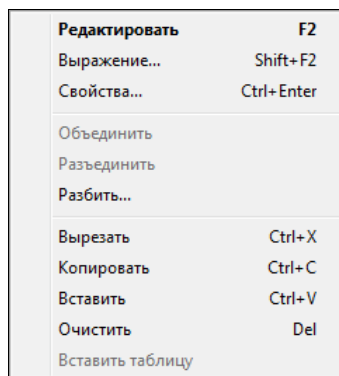
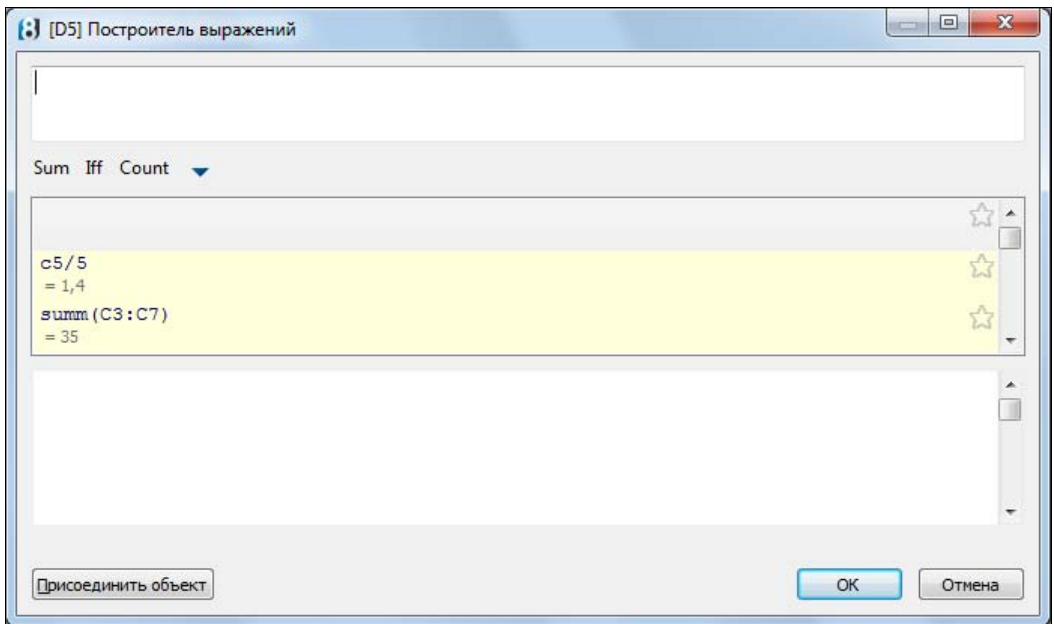
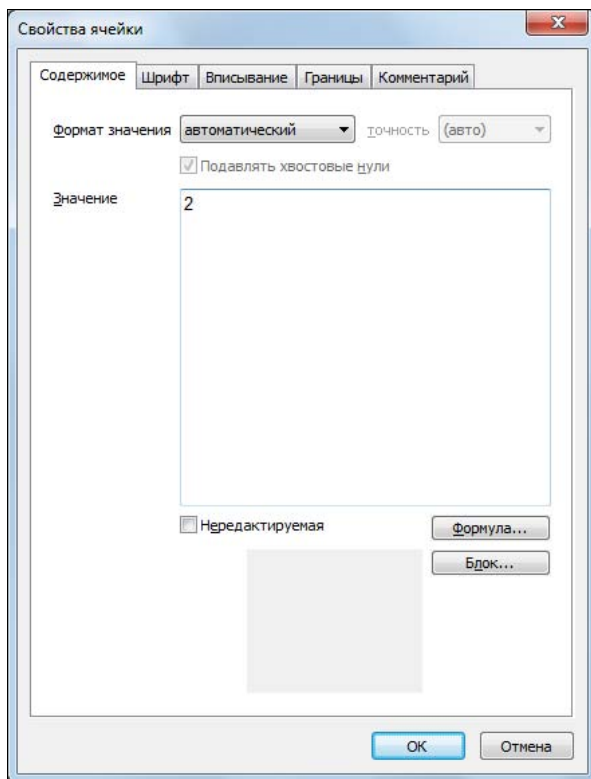
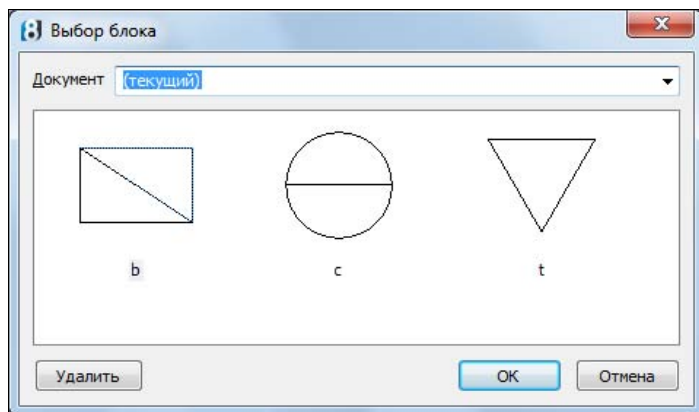

Рис. 4.63. Меню Ячейка
Рис. 4.67. Окно Построитель выражений
Рис. 4.71. Окно **Свойства ячейки**, вкладка **Содержимое**
Рис. 4.76. Окно Выбор блока
- ◆ **Ячейка** — работа с ячейкой (рис. 4.63);
Для заполнения (редактирования) в полном редакторе выделенной ячейки можно использовать пункт меню **Ячейка – Редактировать** (см. рис. 4.63) или клавишу <F2>. После этого в ячейке появится курсор и можно вводить текст. Быстрый вариант выбора ячейки и переход в режим редактирования — двойной щелчок внутри ячейки.
Если в качестве первого символа текста в ячейке ввести символ = (знак равенства), то это означает ввод формулы (например, =A6+B2, где A6 и B2 — номера ячеек, как в Excel). Для ввода формулы можно использовать также пункт меню **Ячейка – Выражение** (см. рис. 4.63) или значок  в строке формул (см. рис. 4.66). При этом открывается вспомогательное окно **Построитель выражений** (рис. 4.67).
Для изменения внутреннего оформления ячейки используются ее свойства. Диалоговое окно **Свойства ячейки** (рис. 4.71) можно вызвать в полном редакторе с помощью пункта меню **Ячейка – Свойства** (см. рис. 4.63) или с помощью пункта **Свойства** контекстного меню, вызываемого в ячейке таблицы по правой кнопке мыши.
- ◆ **Содержимое** — общие свойства, с возможностью изменить значение, запретить редактирование, вставить формулу или блок (см. рис. 4.71);
Для вставки в ячейку блока, определенного в текущем чертеже, следует нажать кнопку **Блок** на вкладке **Содержимое** (см. рис. 4.71). Откроется диалоговое окно **Выбор блока** (рис. 4.76).
Для удаления блока из ячейки следует воспользоваться той же кнопкой **Блок** на вкладке **Содержимое** (см. рис. 4.71). В окне **Выбор блока** (см. рис. 4.78) для отсоединения служит значок с названием (**отсоединить блок**).